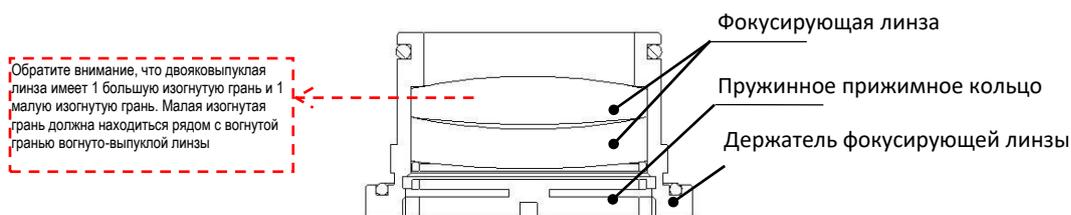

Рисунок 6.7 – Установка фокусирующей
- Осторожно вставьте фокусирующую линзу и прижимное кольцо обратно в держатель и затяните прижимное кольцо, как показано на рис. 6.7;